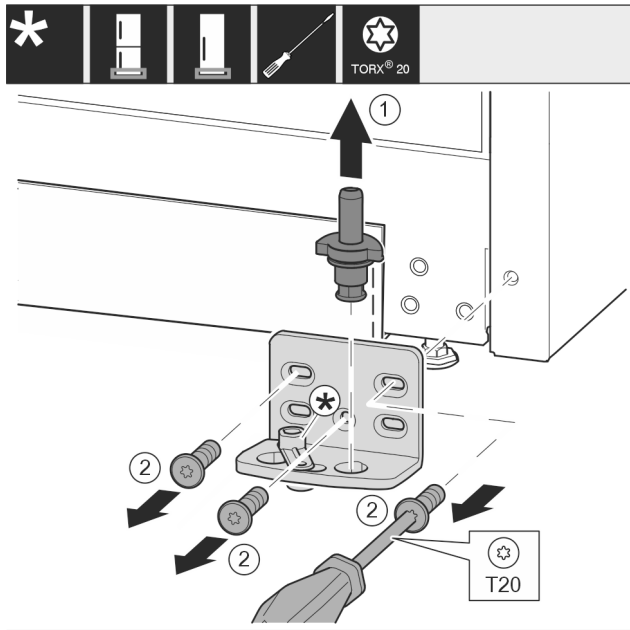

Fig. 12
- ▶ Retirer entièrement l'axe de palier Fig. 12 (1) par le haut.
- ▶ Desserrer les vis Fig. 12 (2) avec un tournevis et retirer le support de palier.